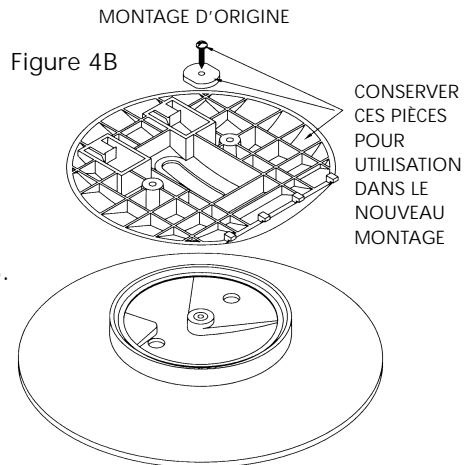

Figure 4B
Étape 3 À l'aide d'un tournevis à empreinte cruciforme, retirer la vis retenant les deux moitiés de base ensemble comme illustré à la Figure 4B. Conserver la vis et la rondelle en nylon noir pour utilisation à l'étape suivante.